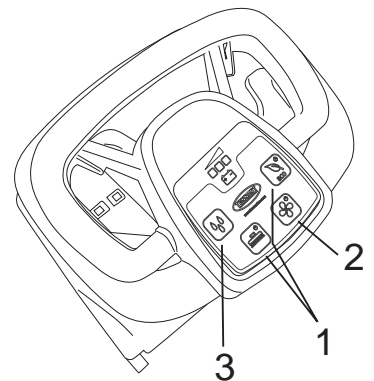

Fig.17
- Prima o botão da escova ou o botão ECO (Fig.17-Ref.1); para além da escova, será ativada a aspiração e a distribuição do fluxo da solução.
- Verifique durante o trabalho a qualidade da lavagem e regule a distribuição do fluxo da solução premindo o botão de fluxo da solução (Fig.17-Ref.3).
- Prima o botão da escova (Fig.17-Ref.1).
- Desligue o aspirador premindo o botão de aspiração (Fig.17-Ref.2).